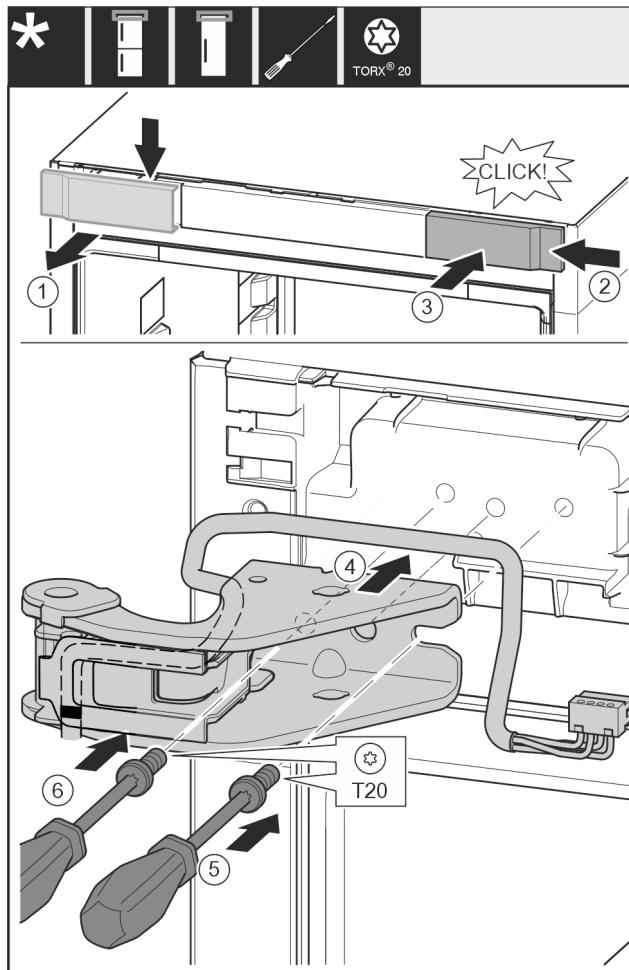

Fig. 32
- ▶ 从上方朝前取下盖板。Fig. 32 (1)
- ▶ 将盖板旋转 180° 至另一侧从右边挂上。Fig. 32 (2)
- ▶ 卡入盖板。Fig. 32 (3)
- ▶ 装上上方的托架。Fig. 32 (4)
- ▶ 用 T20 螺丝刀放上并旋紧螺钉。Fig. 32 (5)
- ▶ 用 T20 螺丝刀安装并旋紧螺钉。Fig. 32 (6)